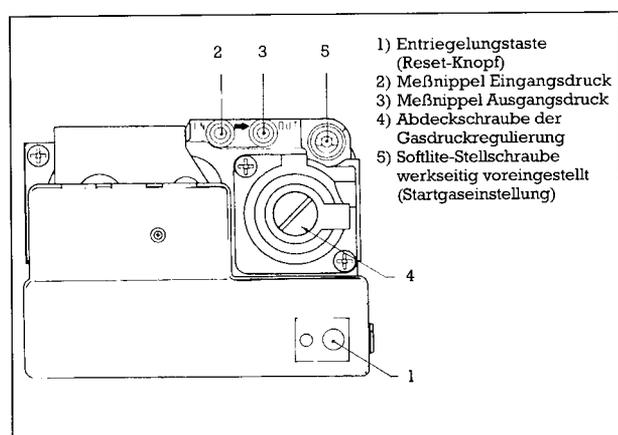

Abb. 7 Feuerungsautomat und Gasmagnetventil Honeywell CVI-Kombination
- Schraube im Meßanschlußnippel des Ausgangsdrucks lösen (siehe Gaskombi-Armatur Abb. 7, Pos. 3) und U-Rohr-Manometer anschließen.
- Falls erforderlich Düsendruck an der Gasregulierschraube einregulieren (siehe Abb. 7, Pos. 4).
Um den Brennerdruck verstellen zu können, müssen Sie aber zunächst die Abdeckschraube (Abb. 7, Pos. 4) entfernen. Erst dann wird die Stellschraube für den Düsendruck sichtbar. Drehung im Uhrzeigersinn bewirkt Druckerhöhung. Das Ventil reagiert sehr sensibel auf die Drehbewegung der Einstellschraube, deshalb sollte diese nur in kleinen Schritten verstellt werden und Sie sollten ca. 5 Sekunden warten bis sich der neue Druck eingepegelt hat, bevor Sie weiterdrehen. Befestigen Sie zum Schluß wieder die Abdeckschraube.
- Absperrhahn in der Hauptgaszuleitung des Kessels schließen. Dichtschraube im Meßanschlußnippel für Eingangsdruck lösen (siehe Abb. 7, Pos. 2) und U-Rohr-Manometer anschließen.
Zur Entriegelung öffnen Sie zunächst das Frontblech und drücken auf den leuchtenden roten Resetknopf am Feuerungsautomaten (Abb. 7, Pos. 1). Das Lämpchen erlischt und der Kessel ist betriebsbereit.